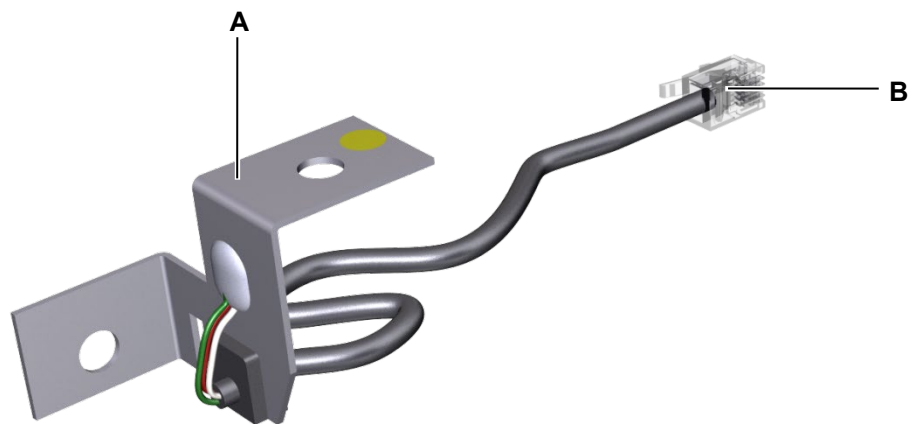

Abbildung 48 Sensor
- Der Sensor wird sowohl an den Tischrahmen als auch an der Tischplatte befestigt. Die Anlagefläche für die Tischplatte ist mit einem gelben Punkt gekennzeichnet, wie in Abbildung 48 gezeigt.